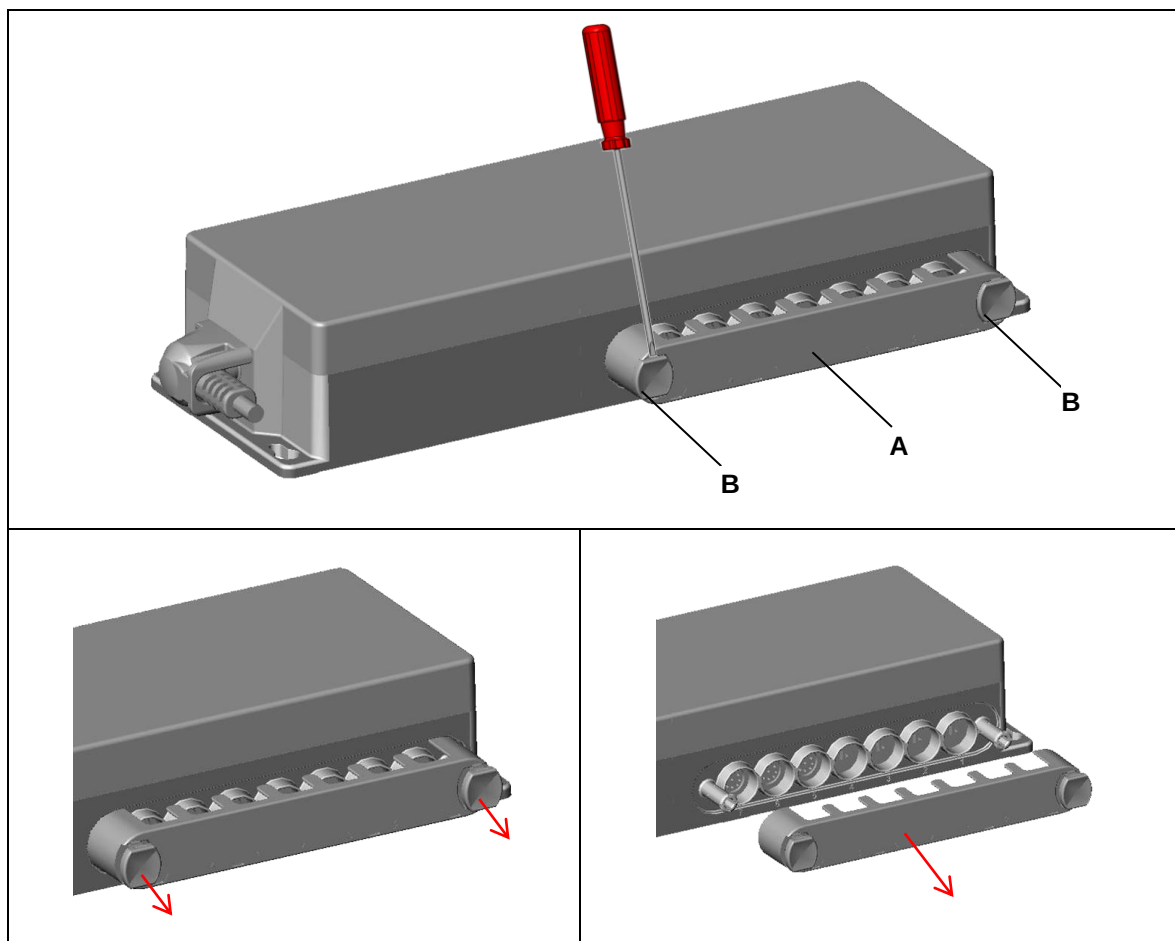

Abbildung 12 Öffnen der Steckerauszugssicherung an der Steuerung SG(AG) 300
Dazu entfernen Sie die Steckerauszugsicherung über den Anschlussbuchsen (siehe Seite 21, Abbildung 12) und stecken die Stecker der Komponenten in die vorgesehenen Buchsen. Achten Sie auf die richtige Anschlussposition wie auf dem Anschlussschema angegeben (siehe Seite 11, Abbildung 3).
- 2 Lösen Sie mit einem geeigneten Werkzeug die beiden Sperrstücke, wie in Abbildung 12 gezeigt.
- 2 Lösen Sie mit einem geeigneten Werkzeug die Sperrstücke (siehe Seite 21, Abbildung 12).
- 2 Öffnen und entfernen Sie die Steckerauszugsicherung (siehe Seite 21, Abbildung 12).
- 3 Ziehen Sie alle Anschlusskabel aus der Steuerung SG(AG) 300.
- 5 Entfernen Sie die Steuerung SG(AG) 300 von der Applikation.